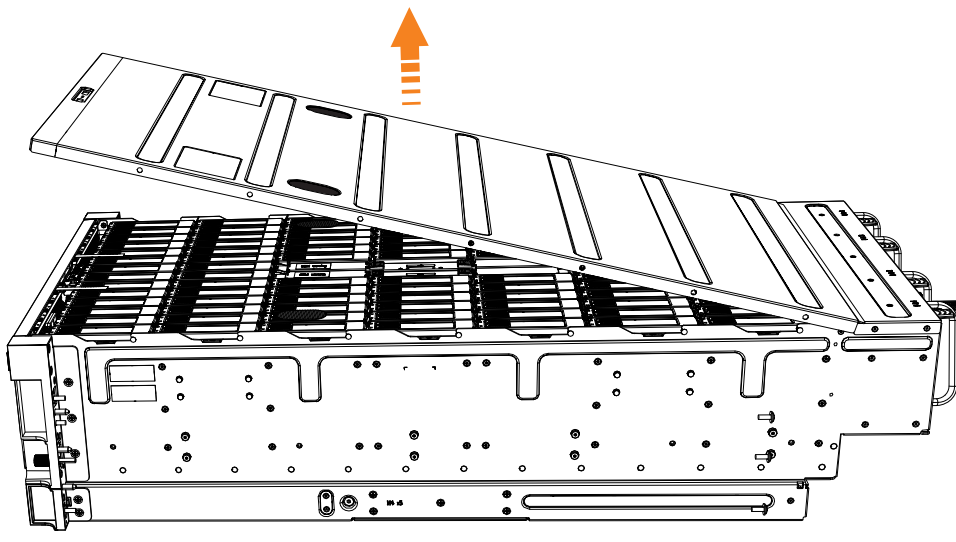

Abbildung 50. Abdeckung von 2145-92F entfernen
4. Heben Sie die Abdeckung vorsichtig ab (siehe Abb. 50).